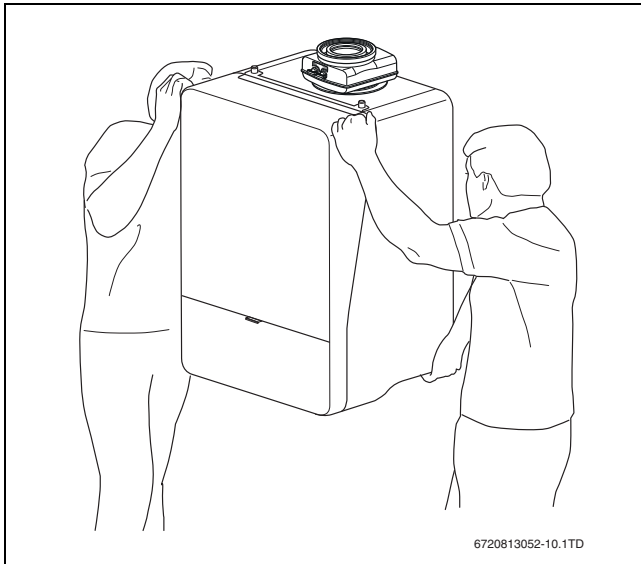

Bild 11 Ordnungsgemäßes Heben und Tragen des Geräts
- ▶ Gerät nur an den Seiten anfassen und nicht am Bedienfeld oder am Abgasrohranschluss (→ Bild 11).